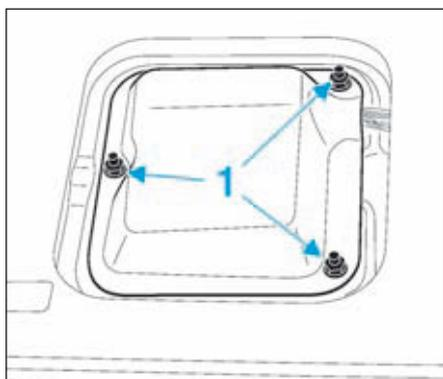

FIG.6
- Déposer le couvercle du calculateur, placé sous le siège conducteur, après avoir déposé ses fixations (1) (Fig.6).